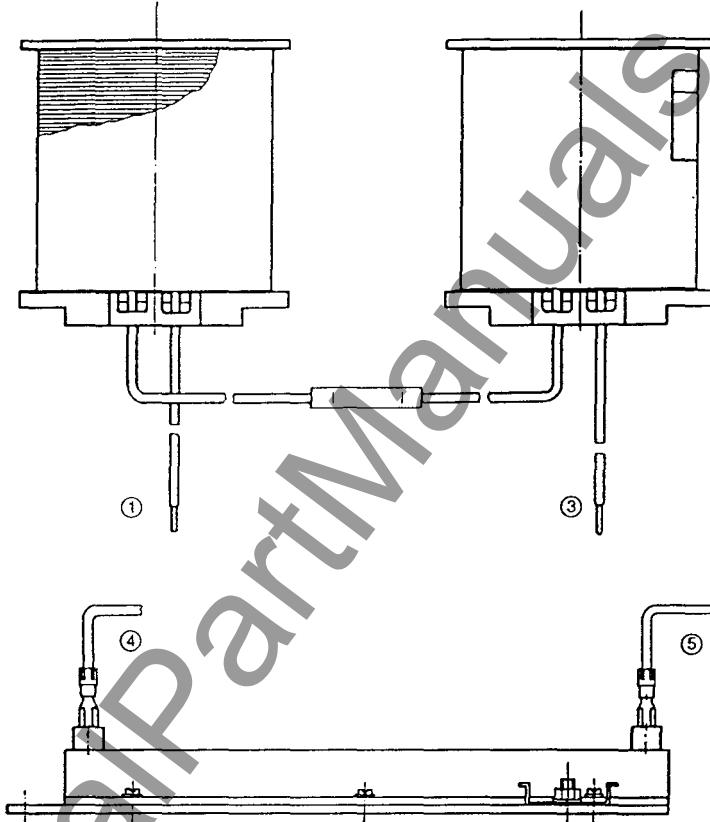

Fig. 11
- Zuleitungen des Spulenpaars 8.1 (neu) und des Sparwiderstandes 11.1 (neu) entsprechend Fig.10 für Wechselstrombetätigung bzw. Fig.11 für Gleichstrombetätigung anschließen
- Reconnect the leads to the new pair of magnet coils 8.1 and to the new economy resistor 11.1 as follows and as shown in Fig.10 for AC operation and Fig.11 for DC operation